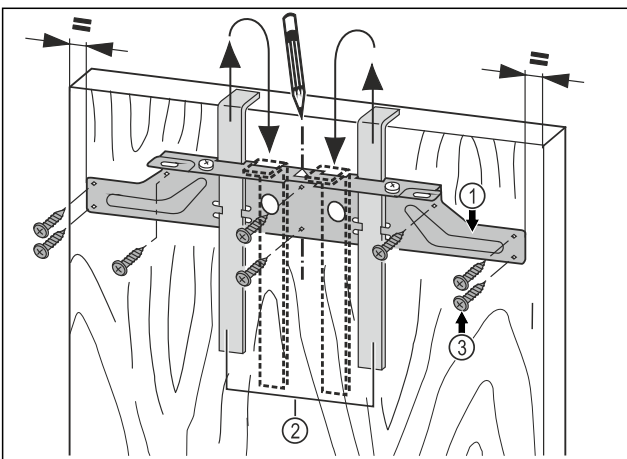

Fig. 45
- ▶ Akassza a rögzítő kereszttartót Fig. 45 (1) a szerelési segédeszközökkel Fig. 45 (2) a szekrényajtó belső oldalára.
- ▶ Igazítsa a rögzítő kereszttartót Fig. 45 (1) az ajtó közepére.
- ▶ Csavarozza fel a rögzítő kereszttartót Fig. 45 (1) legalább 6 csavarral Fig. 45 (3).
- ▶ Csavarozza fel a rögzítő kereszttartót Fig. 45 (1) 4 csavarral Fig. 45 (3) a szegélynél.
- ▶ Húzza ki felfelé a szerelési segédeszközöket Fig. 45 (2), és csúsztassa be őket elforgatva a mellettük lévő nyílásokba.